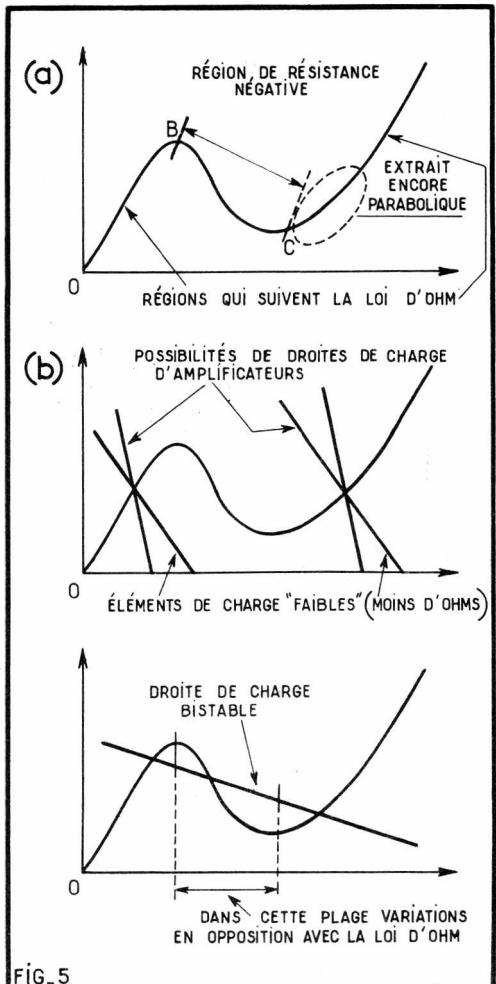

FIG. 5
Ce qu'une telle caractéristique révèle surtout dans le sens même que nous voulons donner à ces lignes, c'est l'existence d'une région (BC) à résistance équivalente *négative* : à une augmentation des potentiels correspondant, contrairement à la loi d'Ohm, une diminution du courant, condition idéale pour l'entretien d'oscillations ; mais nous voyons aussi la réalité de deux sections à croissance positive, deux sections donc où il n'est nullement absurde d'en chercher un effet amplificateur. Le but sera atteint pleinement, et sans aucune difficulté, par des organes tels que (fig. 5) l'intersection des droites de charge avec la courbe se fasse bien vers le milieu de ces sections ; en fait, cette servitude existera surtout pour la partie OB, où nous délimiterons cette recherche, puisque, elle seule, est propre à l'effet tunnel. On peut même envisager l'emploi de ces diodes en systèmes bistables, en associant à de telles droites de charge, à la fois les régions voisines de B et celles qui se situent au-delà de C (fig. 5-b).